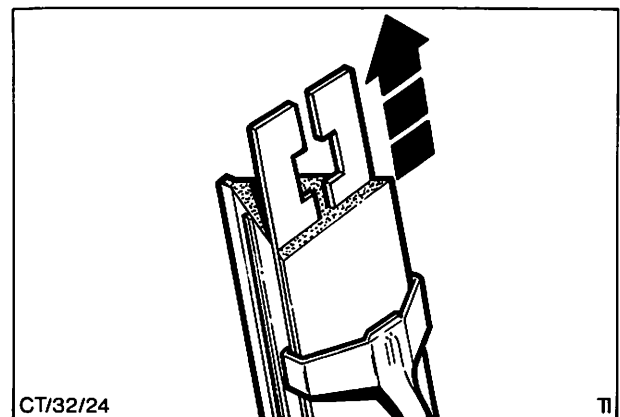

Abb. 25 Aussparungen der Leisten müssen zueinander gerichtet sein
4. Neuen Wischergummi in das Wischerblatt einhaken. Metalleisten in die Nuten des Wischergummis einführen. Dabei müssen die Aussparungen der Leisten zueinander gerichtet sein. Abb. 25.